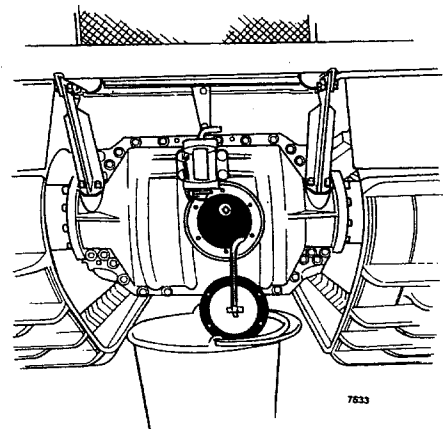

Fig 01-13. Avtappning av kylvätska ur kylare
2. Tappa kylvätskan ur kylare och motorblock. Se fig 01-13 och 01-14.